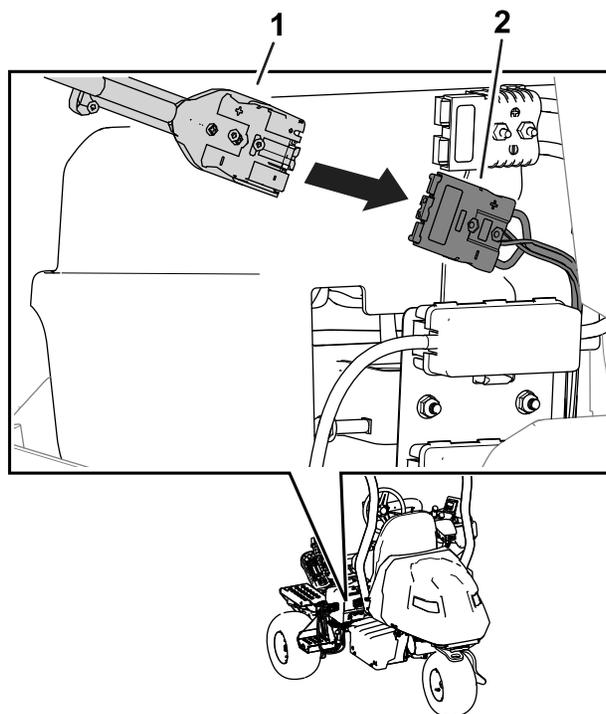

Figura 33
7. Deslize o conector de saída do carregador para o conector do carregador na máquina (Figura 33).